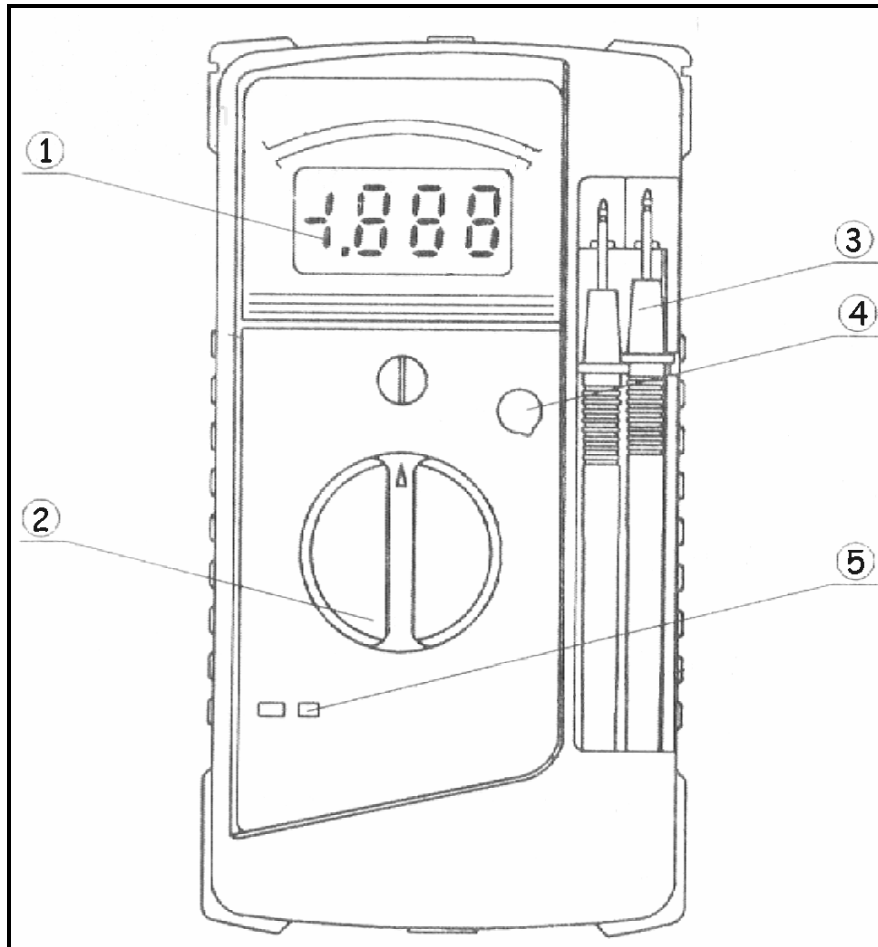

Fig. 2.2.1.1 Multímetro Digital Marca MASTECH M9704.
Su característica es que realiza multifunciones, como el de medir Resistencias, Voltajes de Corriente Directa (CD), Voltaje de Corriente Alterna (CA), Amper's de Corriente Directa (A ...), Amper's de Corriente Alterna (A~), medidor de Transistores y Capacitores en algunos modelos⁶ (Ver fig. 2.2.1.1).